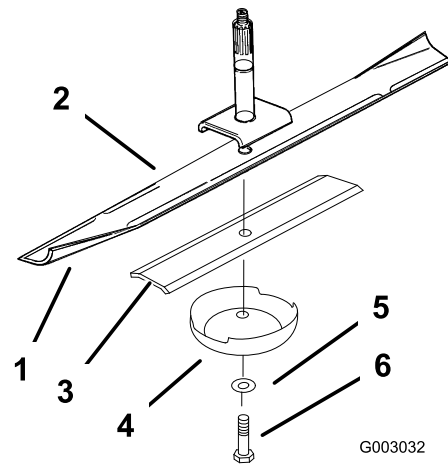
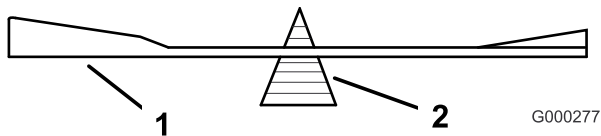

Figure 48
Figure 50
- Enlevez de l'axe le boulon, le renfort de lame, la rondelle et la lame (Figure 48).
2. Vérifiez l'équilibre de la lame en la plaçant sur un équilibreur (Figure 50). Si la lame reste horizontale, elle est équilibrée et peut être utilisée. Si la lame est déséquilibrée, limez un peu l'extrémité de la partie incurvée seulement (Figure 48). Répétez la procédure jusqu'à ce que la lame soit équilibrée.
1. Placez la lame sur l'axe (Figure 48).
Important: Pour obtenir une coupe correcte, la partie incurvée de la lame doit être tournée vers le haut et dirigée vers l'intérieur du carter de tondeuse (Figure 48).
2. Posez la lame, le renfort, la rondelle plate et le boulon de lame (Figure 48).